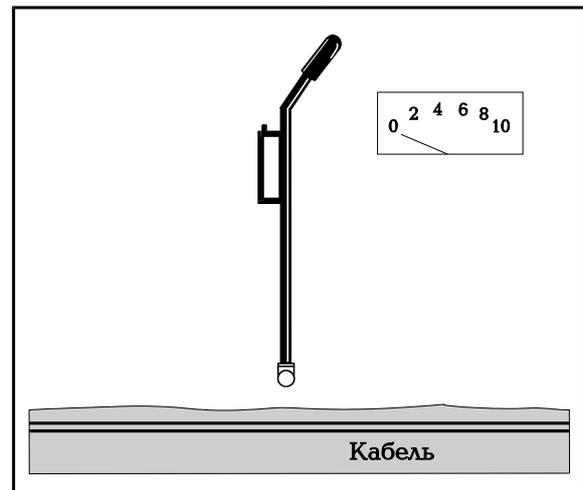

Рис.5. Сигнал у конца оборванного кабеля.
- Рис.5. Обнаружение конца оборванного кабеля.
Принимаемый сигнал резко уменьшится по амплитуде и пропадет, как только будет достигнут конец кабеля (см. Рис.5).